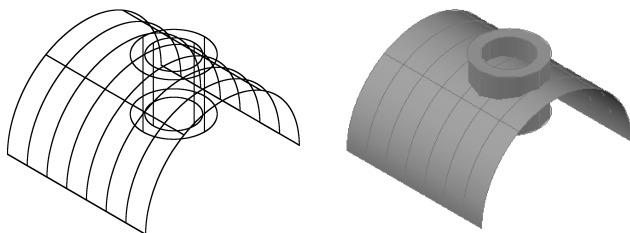

图9-27 创建曲面
12) 在功能区单击“常用”选项卡→“绘图”面板→“圆弧”按钮, 绘制一个半径为30的半圆弧, 并利用“拉伸”命令将其创建为曲面, 如图9-27所示。